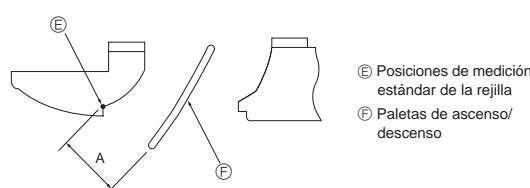

Fig. 7-10
- ② Desconecte el conector del motor de paleta del ventilador que desee bloquear. (Mientras presiona el botón, extraiga el conector en la dirección indicada por la flecha tal y como se indica en el diagrama.) Después de extraer el conector, aislelo con cinta aislante.
- ③ Para ajustar la dirección de flujo de aire deseada, mueva lentamente las paletas hacia arriba/abajo dentro del margen especificado. (Fig. 7-10)